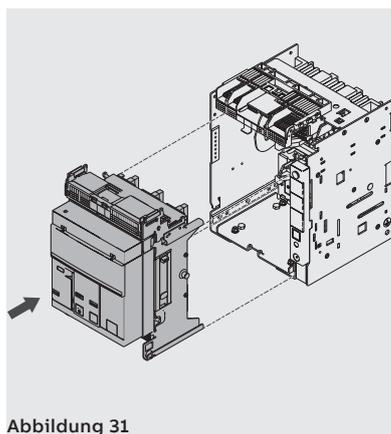
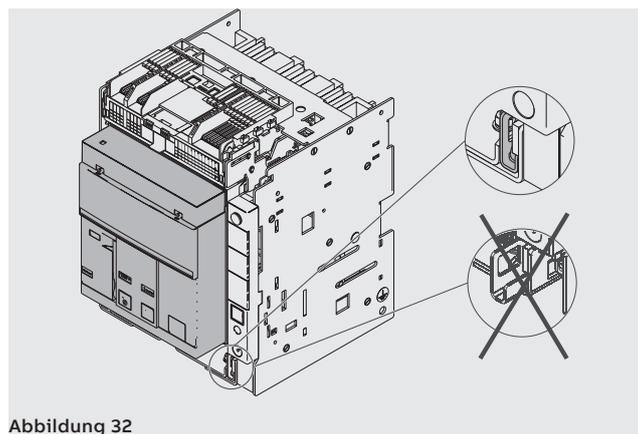

Abbildung 31
Abbildung 32
3. Das bewegliche Teil im festen Teil anordnen und es schieben, bis es anschlägt. Siehe Abbildung 31 und Abbildung 32.